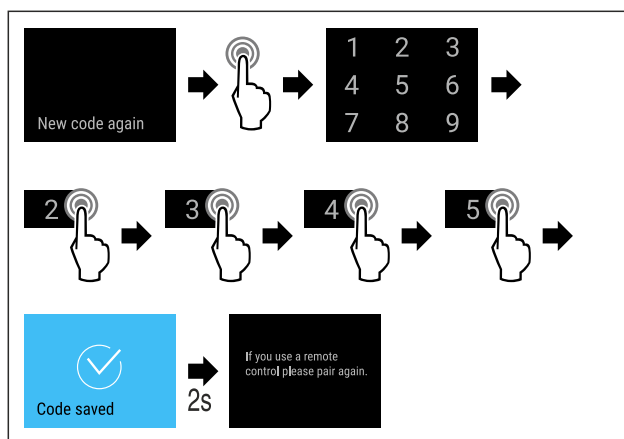

Fig. 83
- ▶ Hajtsa végre a művelet lépéseit (lásd Fig. 83).